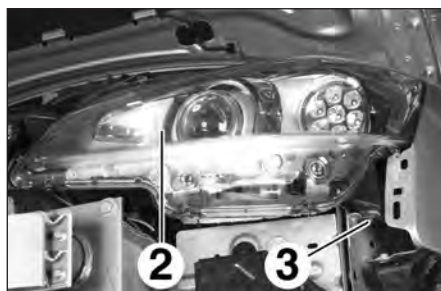

FIG.95
- Desserrer la vis inférieure (3) du bloc optique avant (2) (Fig.95).